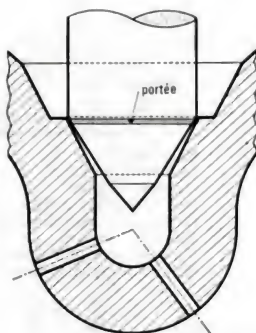

Fig. 29.
- 4° Un angle de siège **trop faible** se traduit par une portée réduite qui se déforme rapidement (fig. 29).